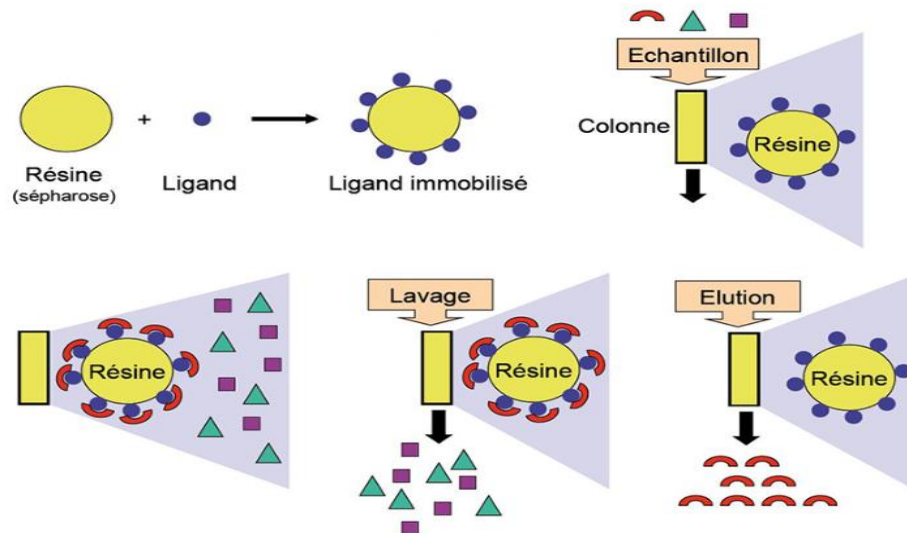

Figure 10. Principe de séparation de la chromatographie d'affinité.
- ✓ en ajoutant une forte concentration de substrat (ou un analogue de substrat) au tampon d'élution, de sorte qu'il y ait compétition entre le substrat libre et immobilisé pour la protéine enzymatique (Fig.10).